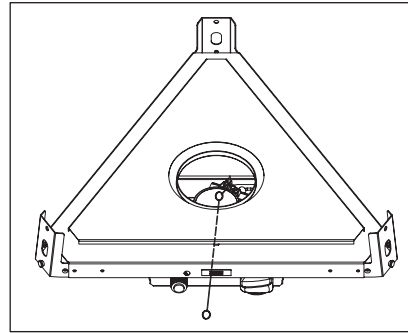

Figura 3
- Mientras presiona la perilla de control, fije el fósforo (no incluido) al encendedor de tallo largo ensamblado (MM) y colóquelo a través del orificio en el panel de control para encender el piloto (Figura 3).